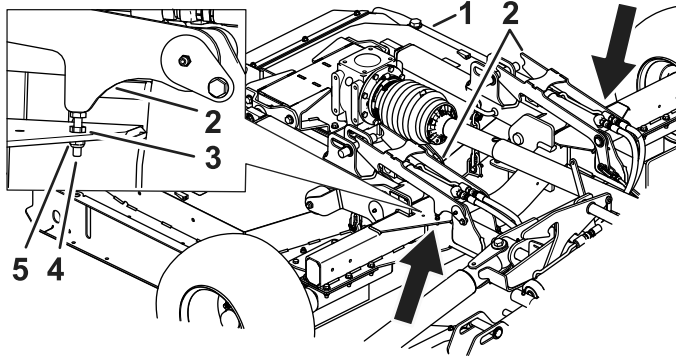

Figura 85
1. Afloje la contratuerca (Figura 85).
2. Ajuste el perno hacia arriba o hacia abajo para corregir la posición del bloqueo de la carcasa para que se enganche correctamente en los pasadores de la carcasa (Figura 85).
3. Después de ajustar el perno, apriete la contratuerca y la tuerca (Figura 85).